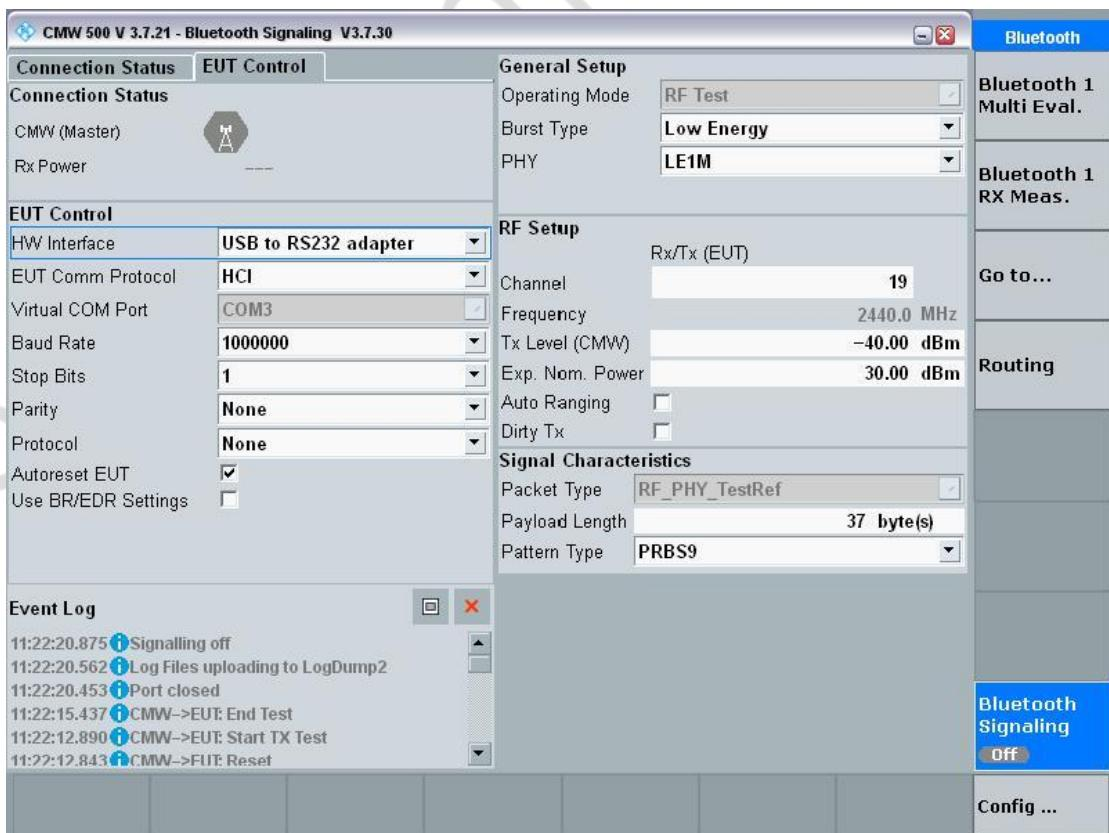

图 3-3
- 进入信令设置界面可以看到 Bluetooth signaling 默认为 OFF 的状态如图 3-3；